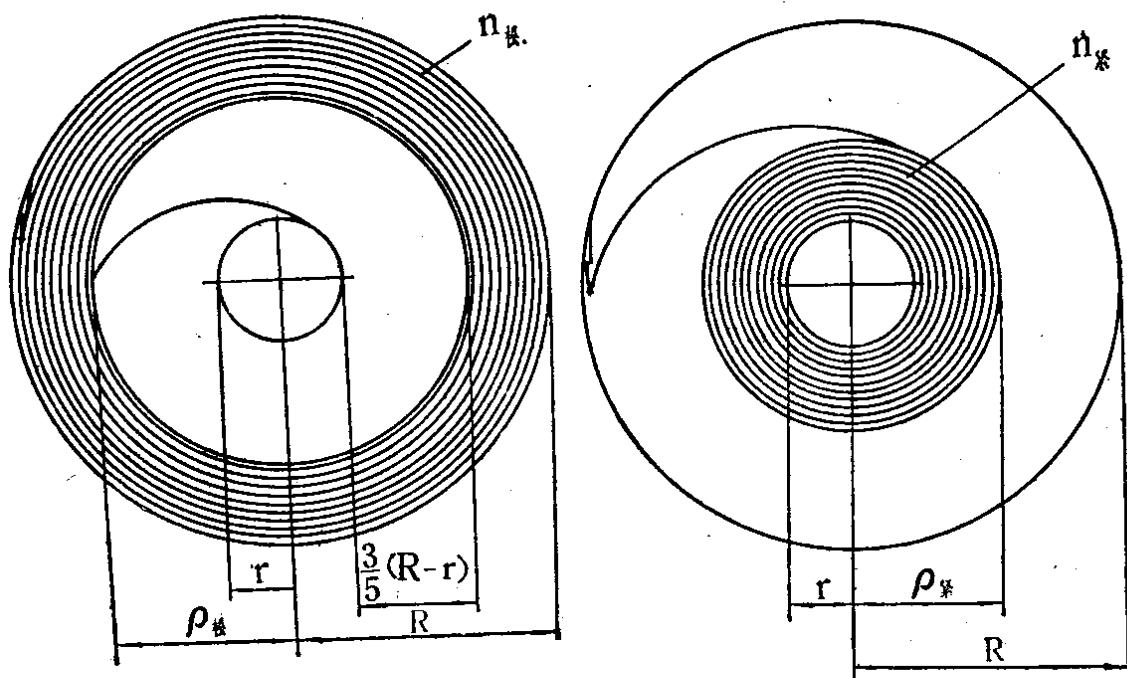

图1—8 发条的放松和上紧
(1) 经验法：在手表维修中，如何选择恰当的发条长度，一般可凭经验。目前手表的条盒总转数一般为6~10圈，在这种情况下，当发条放松后的内半径 $\rho_{\text{松}}$ 与条轴半径 r 之差，约等于条盒内半径 R 与条轴半径 r 之差的 $\frac{3}{5}$ 时，一般就能满足条盒总转数最大的条件(图1—8①)。如果使用